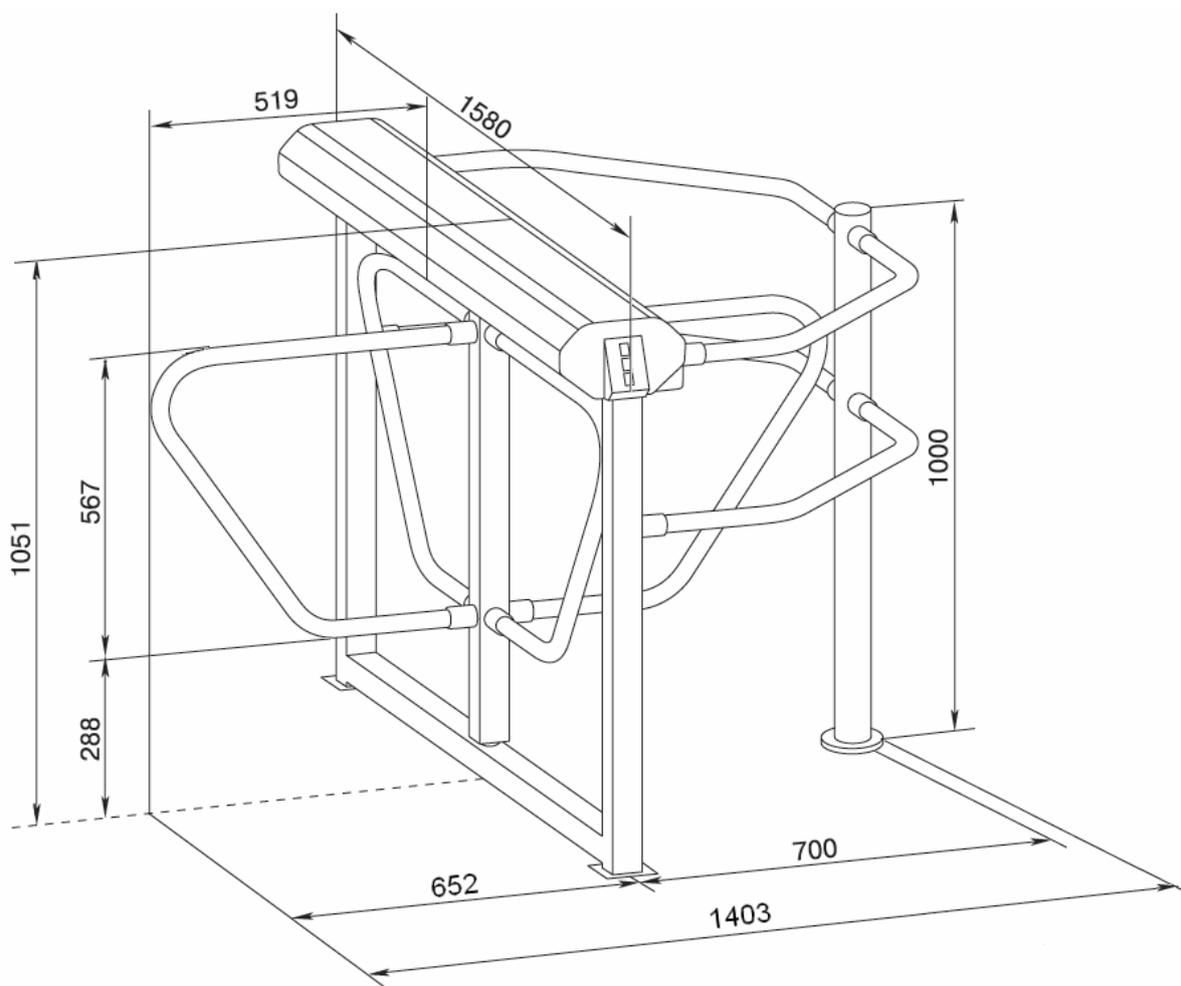
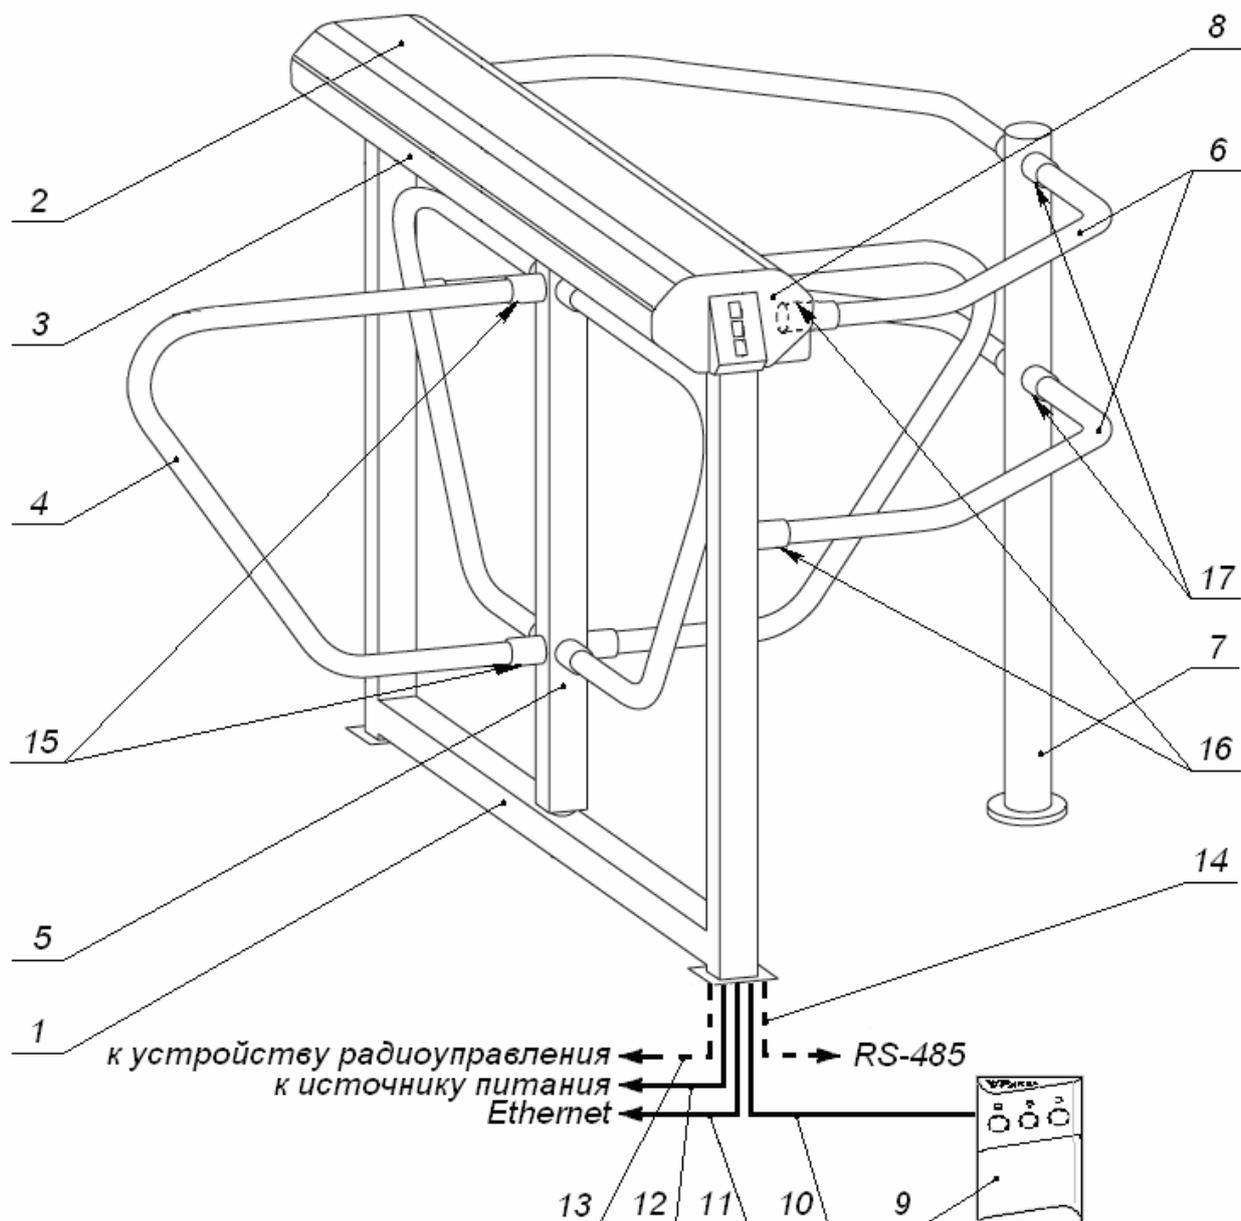

Рисунок 1. Габаритные размеры ЭП
Рисунок 2 Устройство ЭП:
5.2.1 Устройство ЭП показано на рис. 2. Номера позиций в тексте *Руководства* указаны в соответствии с рис. 2. Габаритные размеры ЭП показаны на рис. 1.
ЭП состоит из рамы с балкой со встроенными контроллером и двумя считывателями, ротора, четырёх створок и ПДУ (см. рис. 2). После каждого прохода человека через ЭП ротор со створками автоматически доворачивается до исходного положения.